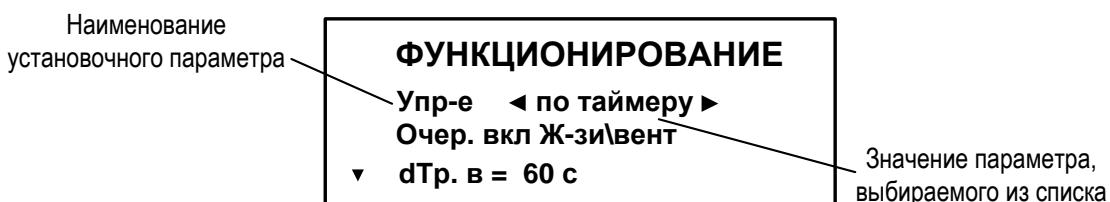

Рис.2. Пример установки режима управления в меню «ФУНКЦИОНИРОВАНИЕ».
- 1.2.2. Если после нажатия кнопки часть строки заключается в треугольные скобки (см. рис.2), то кнопками и или и производится изменение (выбор из списка) символьного или числового значения параметра.